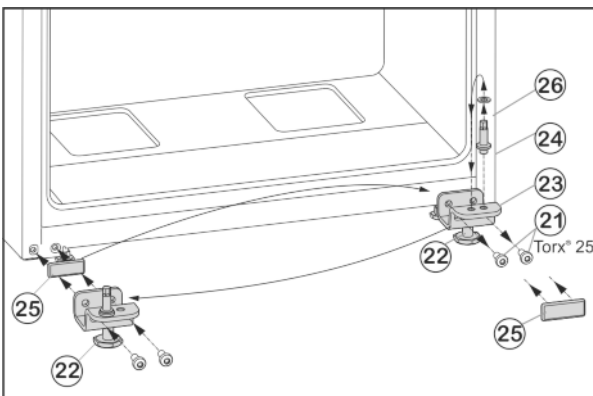

Fig. 7
- ▶ Развийте закрепващите винтове *Fig. 7 (21)*.
- ▶ Свалете долната лагерна опора *Fig. 7 (23)* заедно с лагерния болт *Fig. 7 (24)*, шайбата *Fig. 7 (26)* и крака *Fig. 7 (22)*.
- ▶ Развийте лагерния болт *Fig. 7 (24)* заедно с шайбата *Fig. 7 (26)*, поставете го в срещуположния отвор за лагерната опора и го завийте отново.
- ▶ Внимателно свалете покриващата плоча *Fig. 7 (25)* и я преместете на срещуположната страна.
- ▶ Отново завийте долната лагерна опора *Fig. 7 (23)* заедно с лагерния болт *Fig. 7 (24)*, шайбата *Fig. 7 (26)* и крака *Fig. 7 (22)* върху новата страна на пантите, евент. с помощта на акумулаторна отвертка (с 4 Nm).
- ▶ Поставете долната врата отгоре върху лагерния болт *Fig. 7 (24)*.
- ▶ Развийте крака *Fig. 7 (22)* на лагерната опора долу *Fig. 7 (23)*, докато опре върху пода.